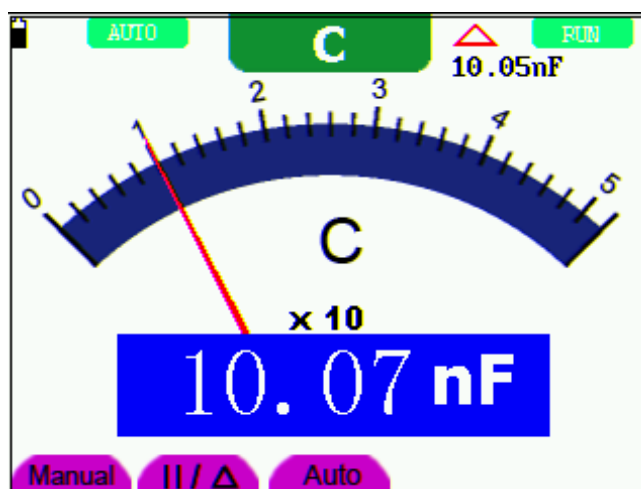

图 32：相对值测量界面
见图 32：
2. 在手动量程模式下，每按一次 **F1** 键，往上跳一档，到最高档后再按 **F1** 键则跳至最低档，依次循环。当前的量程指示可通过表针乘以倍率再乘以主读数窗口的单位获得。如图32所处的量程是 **40V**。